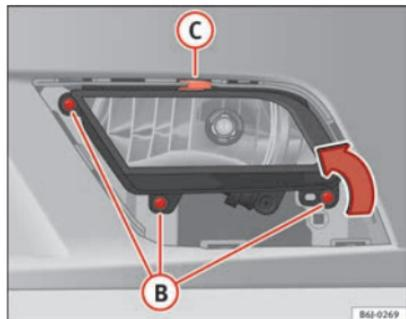

Fig. 160 Projecteur antibrouillard
- Retirez les vis (3x) ⇒ fig. 160 **B** pour retirer le projecteur antibrouillard.
- Retirez l'agrafe métallique située sur la partie supérieure du projecteur antibrouillard vers l'extérieur du véhicule ⇒ fig. 160 **C**.